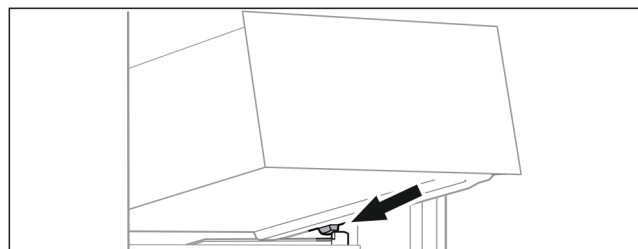

Fig. 20
- ▶ Nasadíte zásuvku šikmo za zářezky na žebrování na nádoby Fig. 20 ().